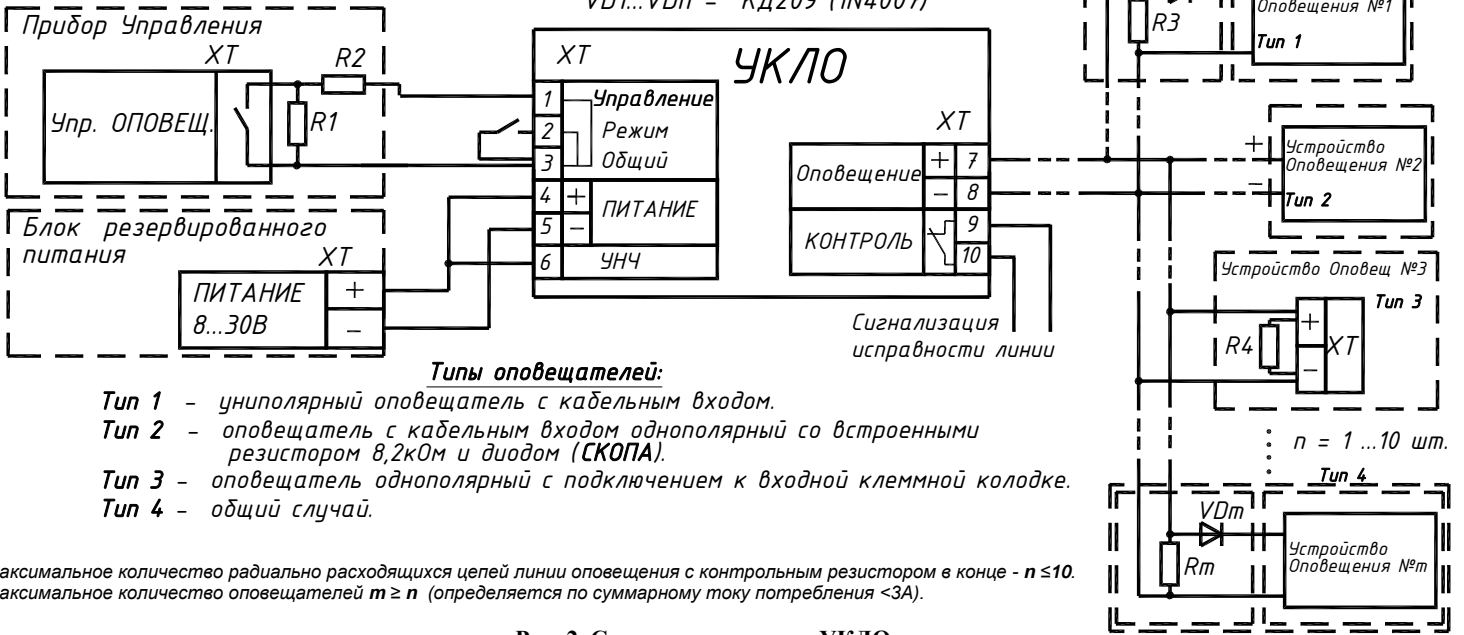

Рис. 2. Схема подключения УКЛО.
7.2 Произвести подключение по схеме согласно **рис.2**.
- в оповещателях **СКОПА** СПР.425543.001ТУ указанные элементы имеются в составе оповещателя (см. рис. 2 Тип 2);
- многие серийные УО имеют одностороннюю проводимость по входу питания. В этом случае диод можно не устанавливать (см. рис. 2 Тип 3).
7.3 Дополнительные резистор и диод (при их необходимости) устанавливаются во вводном отделении УО непосредственно на контактах входной клеммной колодки (см. рис. 2 Тип 3).
При подключении оповещателя при помощи залитого кабеля (например, оповещатели **ЗОВ**) дополнительные элементы должны устанавливаться в промежуточной коммутационной коробке, располагаемой как можно ближе к УО (см. рис.2 Тип 1).